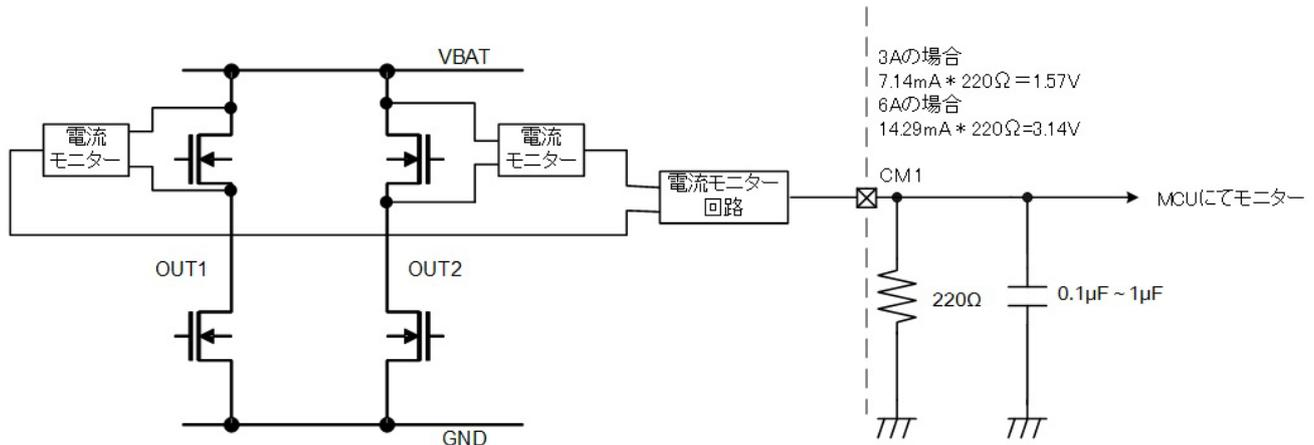
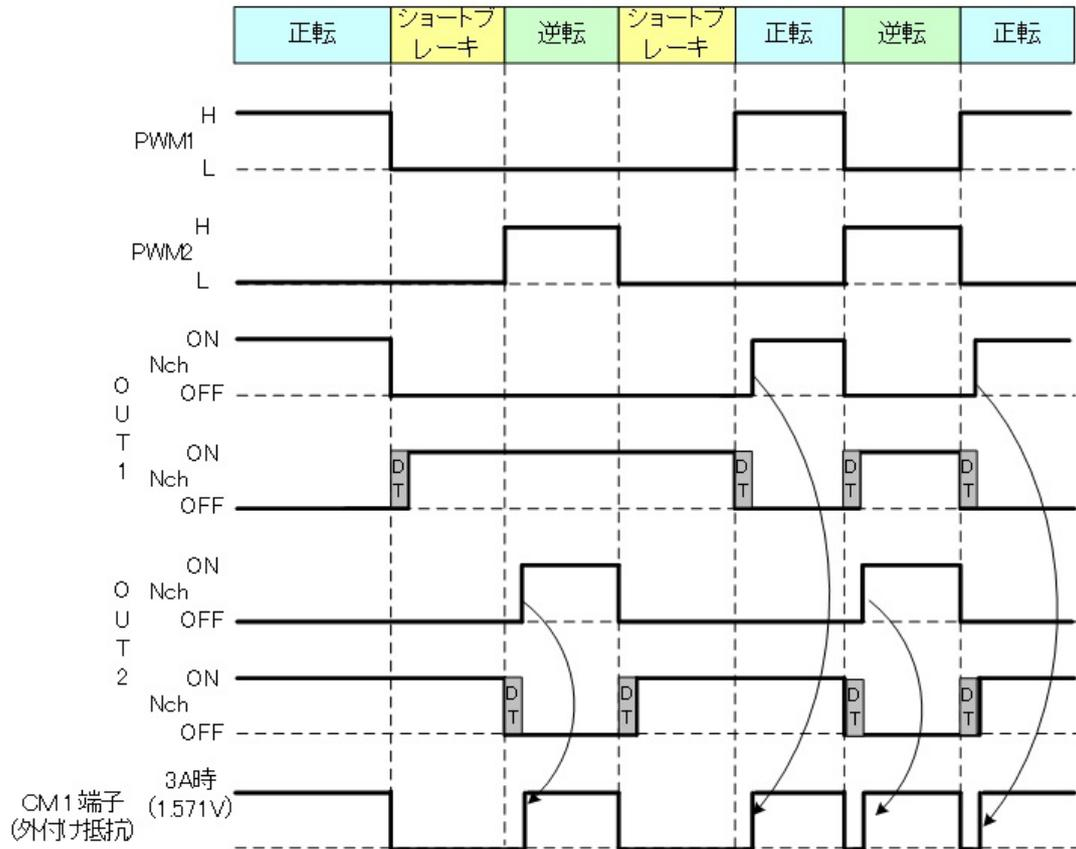

図 7.18 Hi-side 側電流モニター構成図
図 7.19 Hi-side 側電流モニタータイミングチャート
7.8. Hi-side 側電流モニター:CM 端子(図 7.18、図 7.19、図 20、図 21)